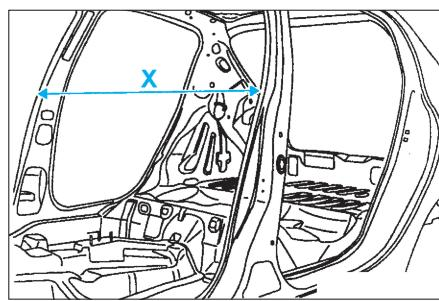

FIG. 77
- Contrôler le jeu X = 1360 ± 1 mm (Fig.77).